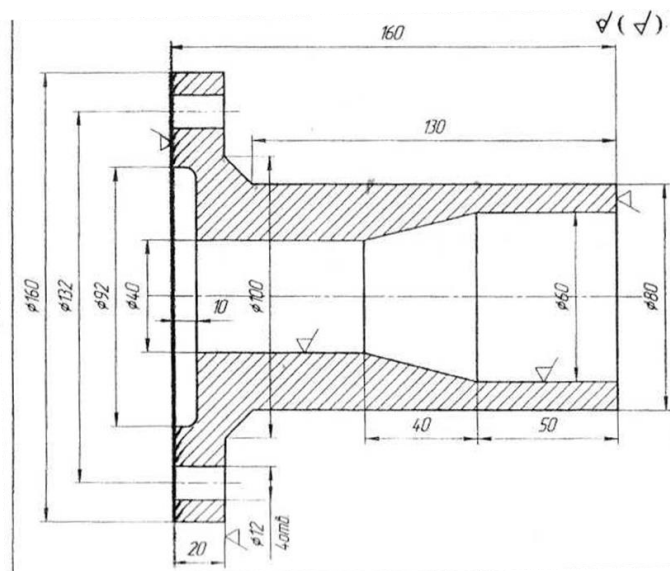

Рисунок 7. Втулка, Сталь 45.
3. По эскизу детали (рис. 7) разработайте эскиз штамповки с указанием припусков, штамп в разрезе. Рассчитайте массу заготовки и опишите процесс объемной открытой штамповки.